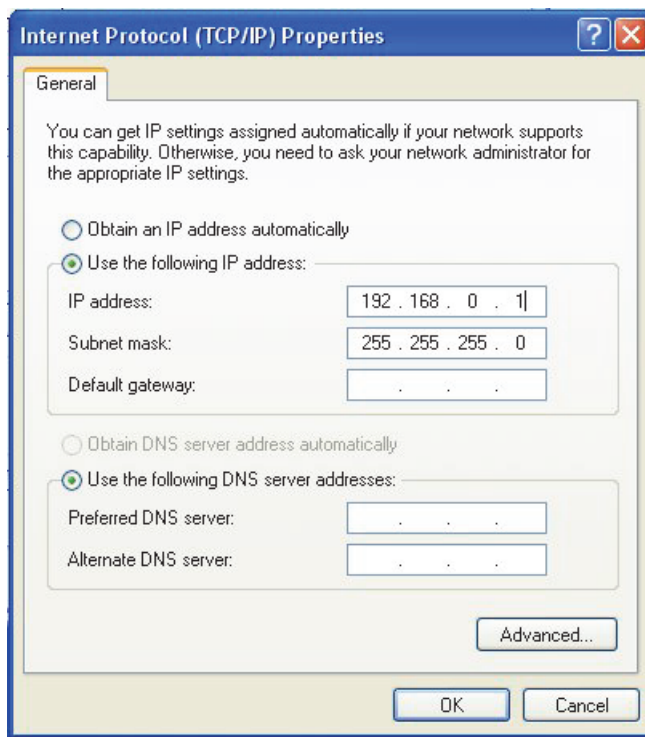

图 7-9 互联网协议（TCP/IP）属性对话框（Windows XP）
7. 在 **Internet Protocol (TCP/IP) Properties** (互联网协议属性) 对话框中, 选择 **Use the following IP address** (使用以下 IP 地址) (参见第 177 页的图 7-9)。